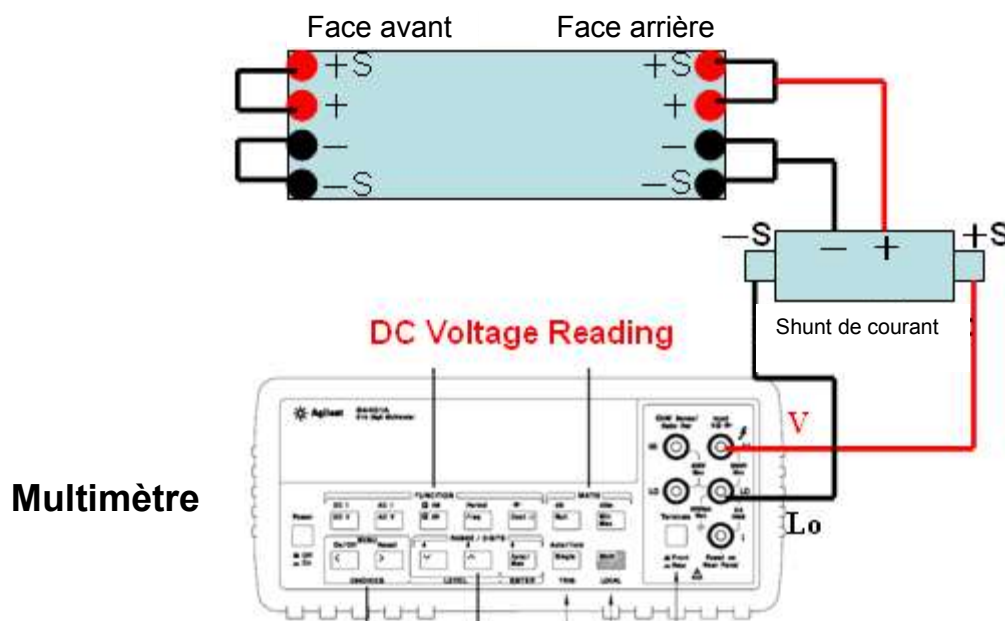

Figure 32- Etalonnage du courant avec shunt
- Si le courant de sortie maximum de l'alimentation est plus important que la limite de courant du multimètre, alors un shunt de courant doit être utilisé. Les branchements de câble entre l'alimentation et le multimètre seront configurés comme dans la Figure 32.